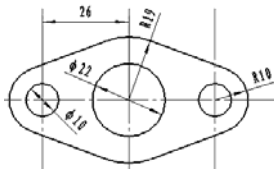

图 2-73 压盖
2. 绘制如图 2-73 所示的压盖草图。
- (1) 新建文件。在新建文件对话框中，选择零件图标，进入零件图模式。
- (2) 创建草图。选择前视基准面，单击（草图绘制）按钮，进入草图绘制模式。
- (3) 绘制草图。在[草图]操控面板中，单击按钮，过原点绘制如图 2-73 所示的中心轴；单击分别绘制如图三段圆弧 R10mm、R19mm 和 R11mm；单击按钮，绘制直线连接圆弧 R10mm 和 R19mm。单击，绘制Φ10mm 的圆；
- (4) 添加几何关系。在[草图]操控面板中，单击按钮，选择图示圆弧、直线，保证其同心、相切的关系；
- (5) 镜像。选择绘制完成的图形，以中心线为对称轴，进行镜像，得到如图 2-73 所示压盖；
- (6) 智能标注。在[草图]操控面板中，单击按钮，标注尺寸如图 2-73 所示。